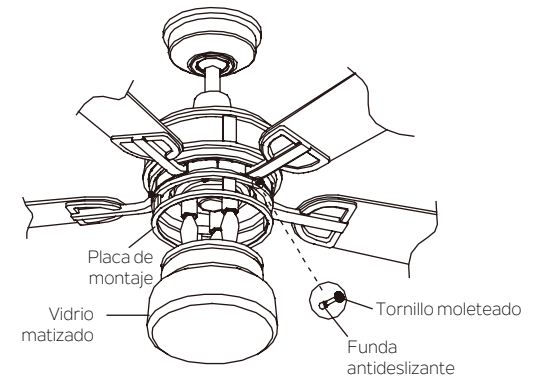

Fig. 26
Paso 2. Colocar la funda antideslizante en el extremo del tornillo con cabeza moleteada. Luego levantar la pantalla de vidrio dejándola contra la placa de montaje y apriete con fuerza con los 3 tornillos moleteados solamente a mano para evitar dañar el vidrio. No necesita apretar demasiado los tornillos (Fig. 26).